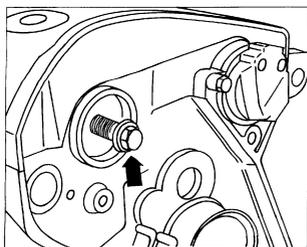

图 2-93 用手将油封提取器导向螺栓拧紧
9) 用手将图 2-93 箭头所示的螺栓拧紧, 该螺栓用于给油封提取器导向。